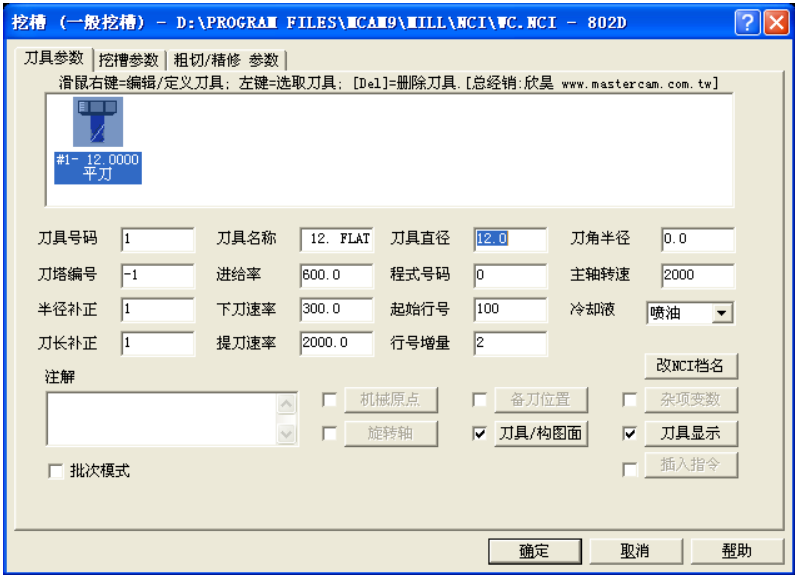

图 1-25 挖槽刀具参数
1) 在主菜单区单击“回主功能表”，返回到主界面，单击“刀具路径”“挖槽”“串联”，选择刚才绘出的梅花图形（高亮显示），单击“执行”，弹出“挖槽（一般挖槽）”对话框，将鼠标移动到中间空白处，单击鼠标右键选择“从刀具库选取刀具”，选择直径为 12mm 的平刀，输入进给率：600.0、下刀速率：300.0、提刀速率：2000.0、主轴转速：2000，冷却液：喷油，如图 1-25 所示。